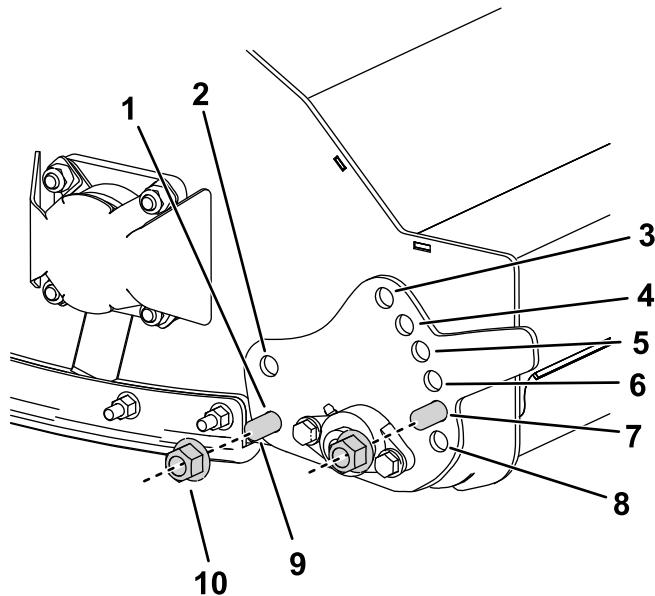

図 20
- 刈高調整プレートの位置の調整は、プレートを固定しているナットとボルトを外して行う 図 20。